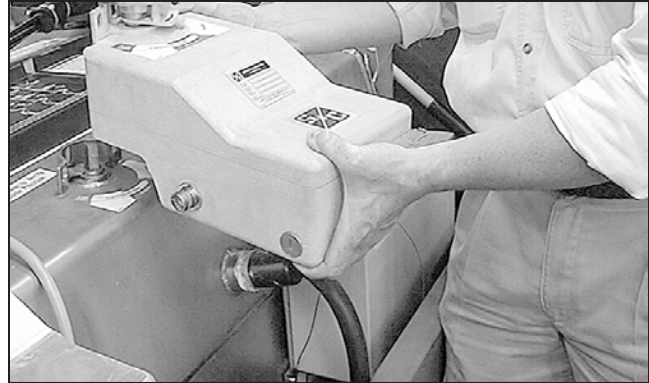

Figura 63. Coloque el moto operador sobre el eje de operación del equipo.
PASO 1. Conecte el moto operador al equipo. Coloque el moto operador sobre el eje de operación del equipo. Ver Figura 63.